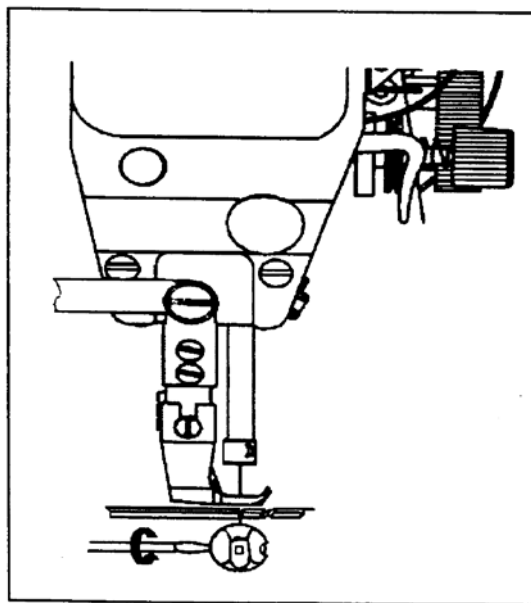

Рис. 16
1) В случае, если натяжение игольной нити слишком сильное или натяжение челночной нити слишком слабое, как показано на рисунке 15 (b), поверните барашковую гайку против часовой стрелки, чтобы уменьшить натяжение игольной нити, или затяните винт регулировки натяжной пружины колпачка шпульки, чтобы увеличить натяжение челночной нити (см. рисунок 16).